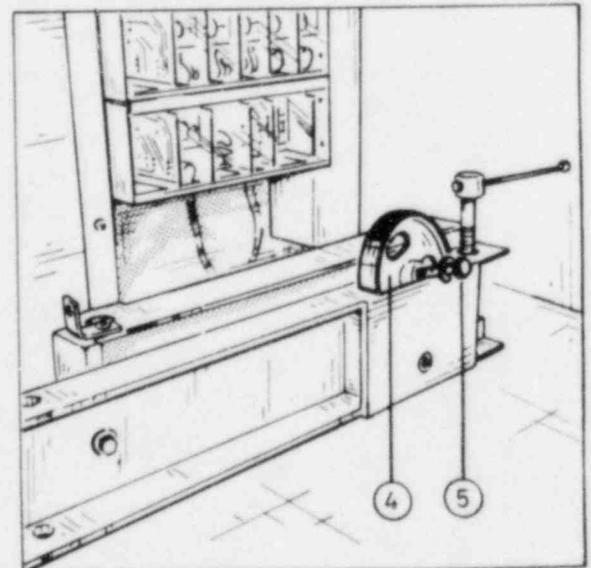

Fig. 4
Die beiden Räder (4) durch Lösen und Herausziehen der Schraubbolzen (5) nach oben herausnehmen (Fig. 4).
Lift out the two wheels (4) by slackening and removing the bolts (5) (fig. 4).